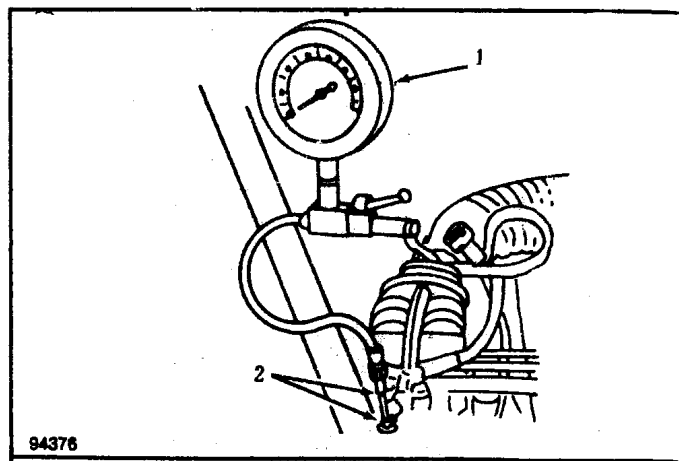

图 1-15 连接燃油压力测试仪
1) 测试时要保证发动机处于正常运转时的温度。首先用接合器 (VW1318/4) 把燃油压力测试仪 (VW1318) 与燃油分配器连接在一起 (见图 1-15), 然后关闭燃油压力阀。